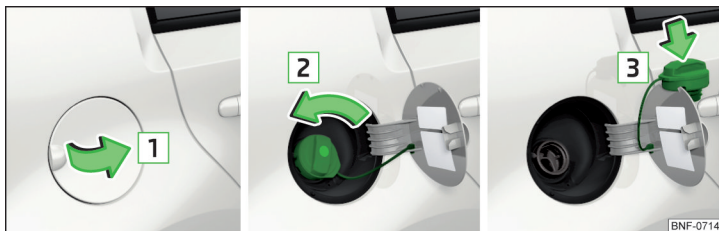

Fig. 135 Abrir la tapa del depósito/ desenroscar el cierre del depósito/ colocar el cierre del depósito en la tapa del depósito
- Levantar la tapa del depósito en el sentido de la flecha 1 » fig. 135.